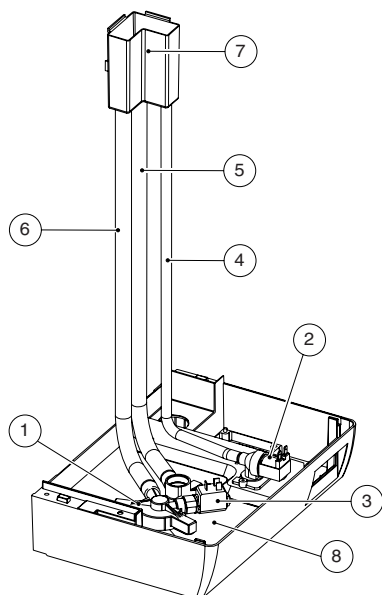

Рис. 9.2.1
- **Питательный электроклапан** (Рис.9.2.1, № поз. 2)
- **Питательный и сливной коллектор** (Рис.9.2.1, № поз. 1)